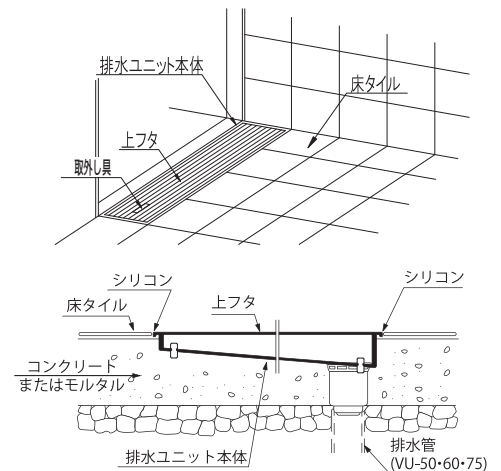

図1
- ①排水ユニットを仮据えし、床仕上げ面の勾配に揃えてください。
- ②排水管の内面もしくは外面に接着剤を塗布し、排水ユニット（トラップ排水口）を落とし込んでください。（図1）
- ③上フタを排水ユニット本体にセットしてからモルタルで固定、もしくはアンカー材溶接にて固定してください。
排水ユニット周囲と仕上げ材の間にある程度のすき間を設けるように床仕上げをおこない、すき間はシリコンでコーキングしてください。（図1）